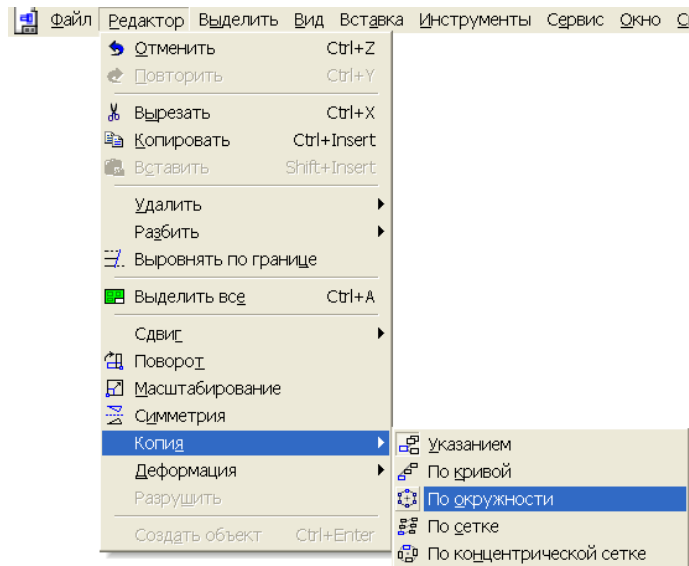

Рис. 101
12.4 Нажати кнопку переключення **Редактирование**  на *Компактной панели* (рис. 10). Активізувати кнопку **Копия по окружности**  на *Инструментальной панели Редактирование* (рис. 15) або з меню **Редактор** вибрати команду **Копия по окружности** (рис. 101)